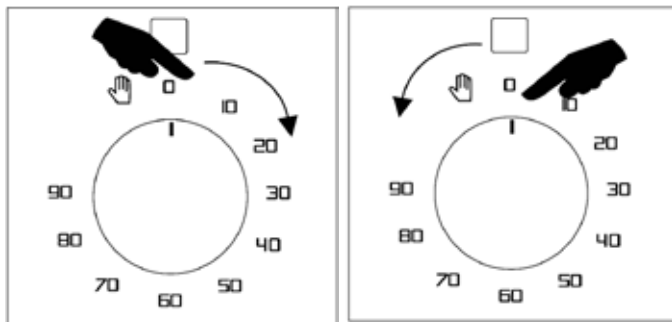

Figura 9
***Rotisor:** Instalați elementele precum este exemplificat (vezi figura 9)
Puteți seta temporizatorul pentru o durată maximă de 90 de minute prin rotirea butnoului la durată dorită (vezi figura 9). Cuptorul va porni de îndată ce sunt setate modul de funcționare și temperatura de coacere și se va opri automat la sfârșitul duratei de timp setate. La sfârșitul perioadei setate temporizatorul va emite un semnal sonor de avertizare. Durata de funcționare maximă a cuptorului cu temporizatorul activ (funcționare automată) este de 90 minute. Pentru o durată mai mare setați temporizatorul pe mod manual, prin